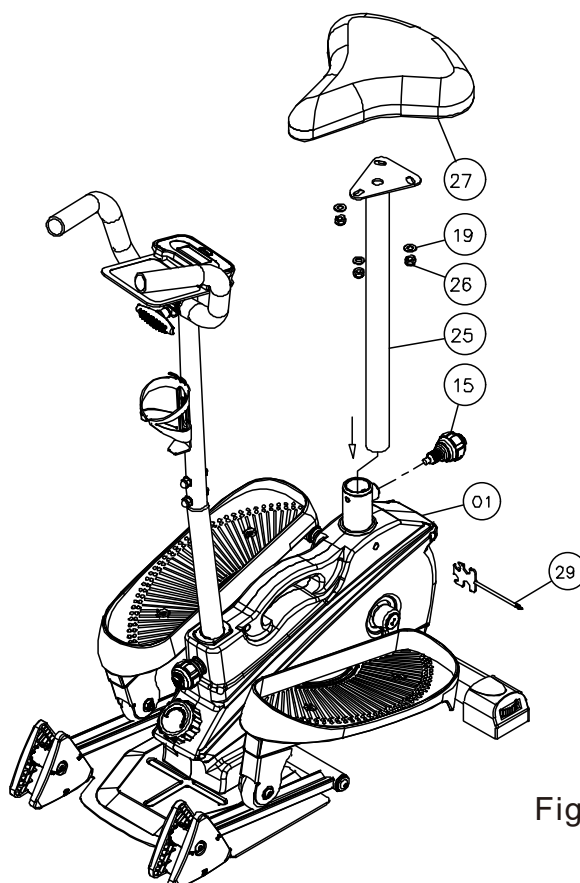

Figura 11
11. Utilizzare 3 dadi di bloccaggio n. 26 e una rondella piana n. 19 per fissare il cuscino del sedile n. 27 al supporto del sedile n. 25. Quindi installarlo sul telaio principale n. 01 nella direzione indicata dalle frecce e bloccarlo con una manopola a molla a testa sferica n. 15. Come mostrato nella Figura 11: